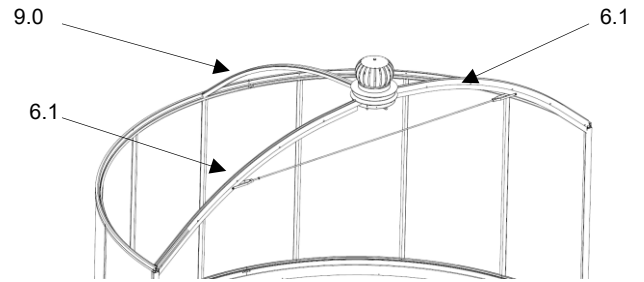

Abb.26
- die Zugstange (**9.0**) in den Bohrungen der beiden Statikrandbügel (Dach) links/rechts (**6.1**) mit je 1x Sechskantschrauben M8x60 und je 2x U-Scheiben mit je 1x Sechskantmutter M8 sichern. (Abb.26)